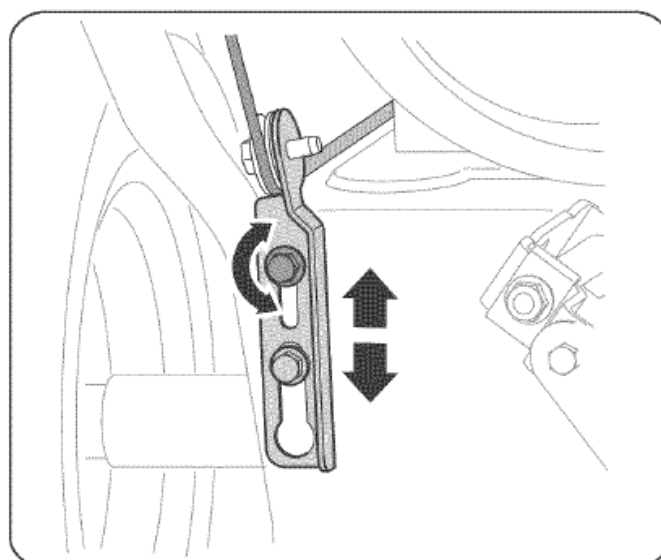

Рисунок 9
1. Когда рычаг управления шнеками отпущен и находится в верхнем положении (UP), тросик должен слегка провисать, он НЕ ДОЛЖЕН быть сильно натянут.
4. Оставьте шнек включенным приблизительно на десять (10) секунд, потом отпустите рычаг управления шнеком. Повторите это несколько раз.
5. Приведя рукоятку управления шнеком в верхнее (UP) положение и, тем самым, отключив шнек, перейдите к головной части машины.
7. Для регулирования положения троса управления ослабьте верхний шестигранный болт на кронштейне, придерживающем трос шнека (см. рис. 9).